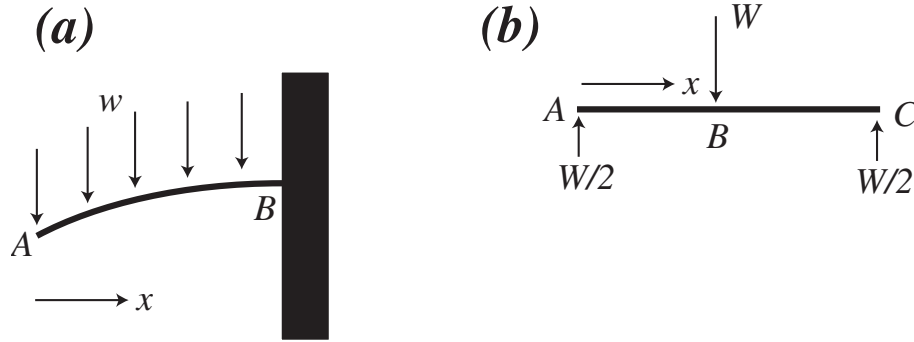

Figure 2: Deflexión de barras.
a) Peso uniformemente distribuido $W = wL$ (ver Fig. 2)
b) Columna con peso en el centro y que descansa sobre dos pilares en sus extremos (ver Fig. 2)